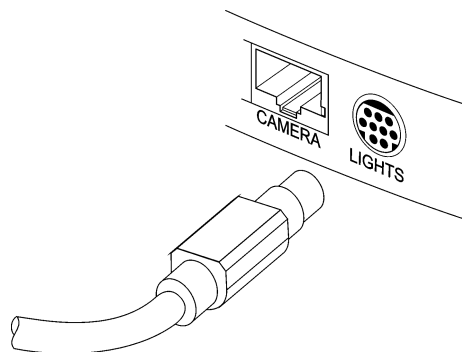

Figure 2-1 : Connexion au port LIGHTS
2. Branchez le connecteur mâle mini-DIN à 8 broches du câble d'alimentation de l'adaptateur dans le port dénommé LIGHTS du processeur In-Sight (Figure 2-1).